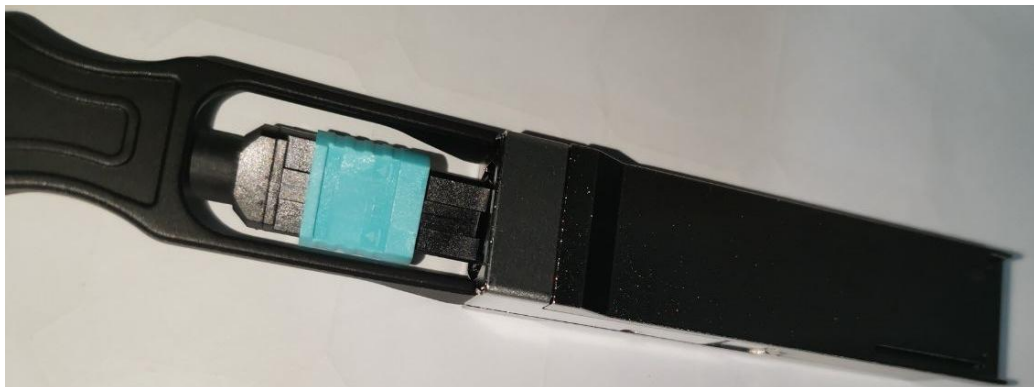

图 3-6 光纤与 QSFP+ 光模块连接
- 1) 将光纤线的 MPO 跳线插入标配的 QSFP+ 光模块，如图 3-6 所示，接口有防呆设计，注意插入的方向，插入后听到“咔”的一声，表示接头完全插入；